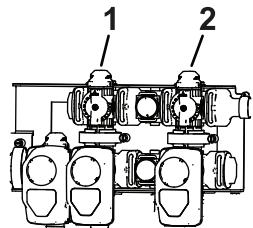

Figura 23
11. Ajuste la válvula de desvío de agitación (Figura 23), situada en la parte trasera de la válvula de
9. Ajuste la palanca de la válvula maestra de desvío para controlar la cantidad de agitación en el depósito (Figura 23).